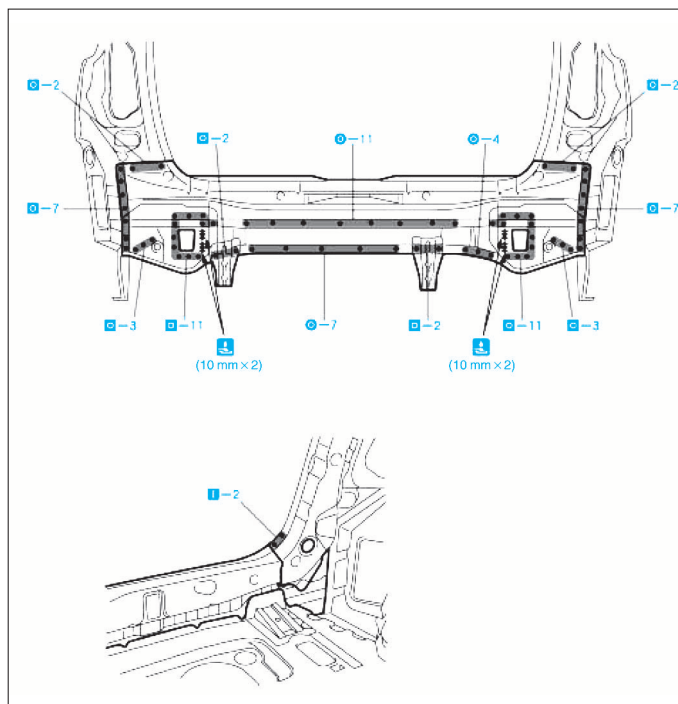

FIG. 32
- Après la soudure (Fig.32), appliquer de la mousse en polyuréthane sur les pièces correspondantes.